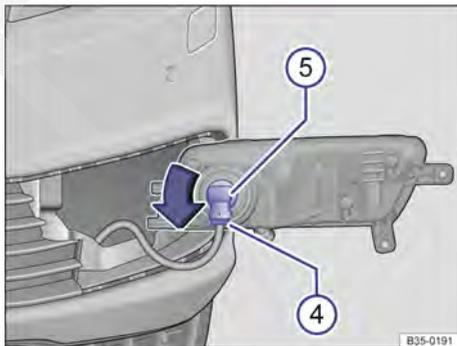

Fig. 205 No farol desmontado: substituir a lâmpada incandescente.
- Com a chave de fenda das ferramentas de bordo desaparafusar os parafusos de fixação ③.
- Destruar a conexão do conector → Fig. 205 ④ e retirar o conector.
- Girar a lâmpada incandescente ⑤ no sentido anti-horário até o batente e retirá-la.
- Colocar a lâmpada incandescente ⑤ na carcaça do farol e girar no sentido horário para a posição inicial.